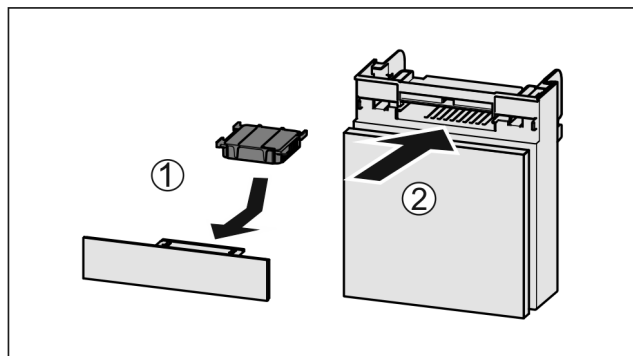

Fig. 84
- ▶ Поставете Fig. 84 (1) филтър с активен въглен, както е показано на фигурата.
- ▶ Вкарайте Fig. 84 (2) отделениято.